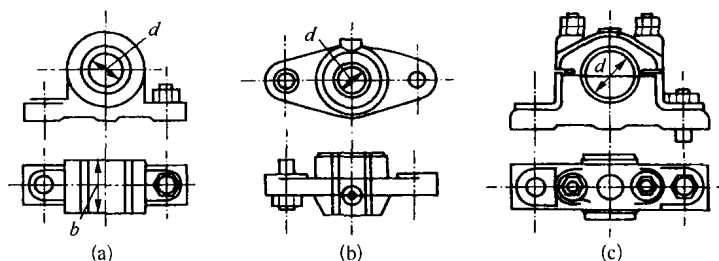

图 1-6 向心滑动轴承
- ① 寿命长,适于高速运转。
- ② 能承受冲击和振动载荷。
- ③ 运转精度高,工作平稳无噪声。
- ④ 结构简单,拆装方便。
- ⑤ 承载能力大,能适应重载工作条件。
- ⑥ 非液体摩擦的滑动轴承,其摩擦损失大;液体摩擦的滑动轴承,其摩擦损失与滚动轴承的相差无几,但润滑及维护等要求较高。
(3) 典型结构
① 整体式向心滑动轴承。整体式向心滑动轴承如图 1-6(a)和 1-6(b)所示,铸铁轴承座用螺栓与机架连接,其顶部有进油孔或安装油杯的螺纹孔,轴瓦装在轴承座中。
② 剖分式向心滑动轴承。剖分式向心滑动轴承如图 1-6(c)所示,其剖分面常做成阶梯形,以便安装时定位和防止工作时错动。